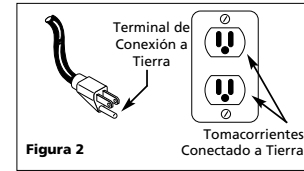

Figura 2
1. Este producto está diseñado para circuitos nominales de 120 voltios y tiene un enchufe para conexión a tierra similar al de la Figura 2. Cerciórese de conectarlo a un tomacorrientes cuya configuración sea similar a la del enchufe. No utilice un adaptador con este producto. Este producto se debe conectar a tierra. En caso de que ocurra un cortocircuito, esto evitaría el riesgo de choque eléctrico al ofrecerle un cable de desvío a la corriente eléctrica. Este producto tiene un cordón con un alambre y terminal de conexión a tierra. El cordón eléctrico